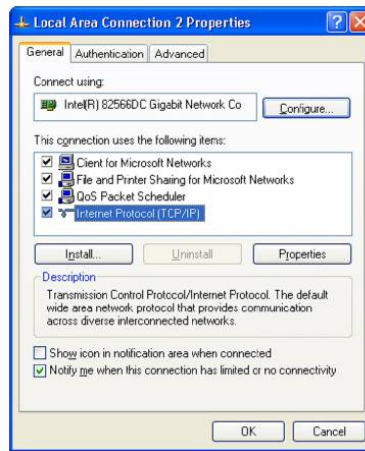

図6: ローカルエリア接続のプロパティウィンドウ
5. インターネットプロトコル(TCP/IP)を選び、プロパティボタン(図6を見ます)をクリックします。